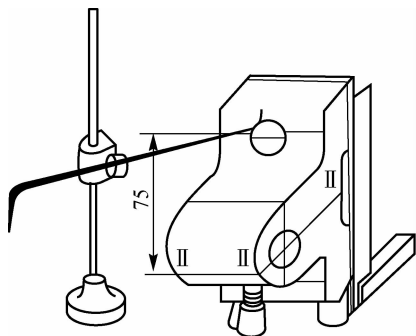

图 1-24 划大孔的垂直中心线及螺钉孔中心线
②转 90° ,用直角尺找正。划大孔的垂直中心线及螺钉孔中心线,如图 1-24 所示。